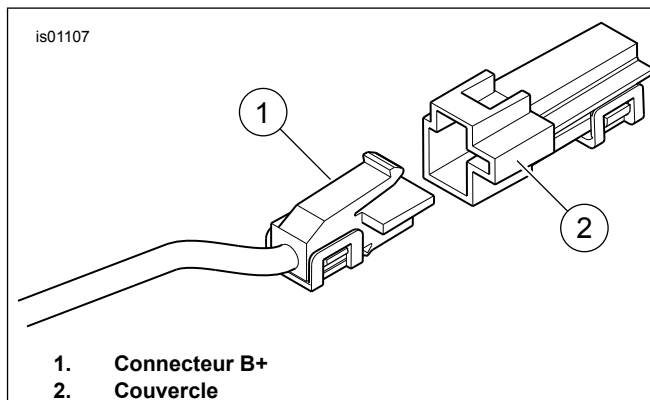

Figure 20. Connecteur B+
1. Voir Figure 20. Repérer le connecteur B+ (borne positive de la batterie) (1) (un fil rouge avec un connecteur gris non utilisé) sur le faisceau électrique principal. Déposer le couvercle (2) du connecteur.